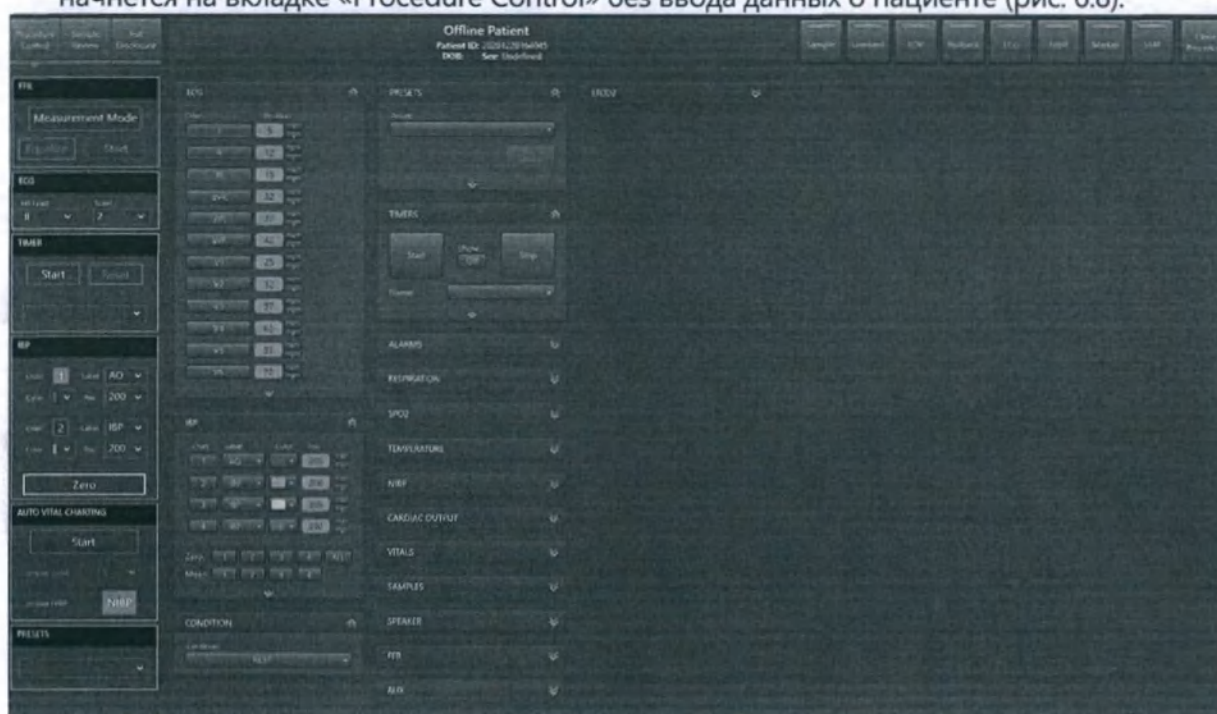

Рис. 6.8: Офлайн-процедура — управление процедурой
- **Если данные пациента неизвестны:** Нажмите кнопку «Emergency». Новая процедура начнется на вкладке «Procedure Control» без ввода данных о пациенте (рис. 6.8).